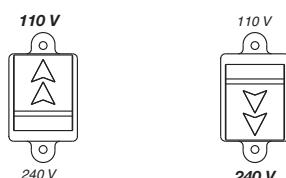

Fig. 1
**Sur les modèles "DV", contrôler que les flèches sur le couvercle (Fig. 1) du bouton de sélection de la tension d'alimentation soient en vis-à-vis de la valeur de tension souhaitée.**